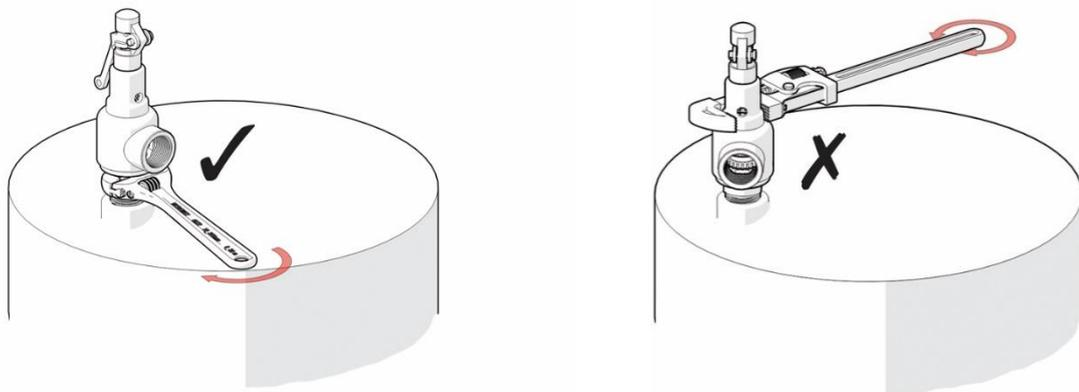

Fig. 6 Forma correcta de conectar/desconectar la válvula de seguridad
7. **Nunca apriete la válvula sujetándola del bonete o utilizando una llave stilson**, ya que puede causar daños severos a la válvula o desajustarla. (Fig. 6)
4. **Afloje la válvula sujetándola de los planos del cuerpo con una llave inglesa ajustable, no trate de aflojar la válvula sujetándola del bonete o con una llave stilson.** (Fig. 6)